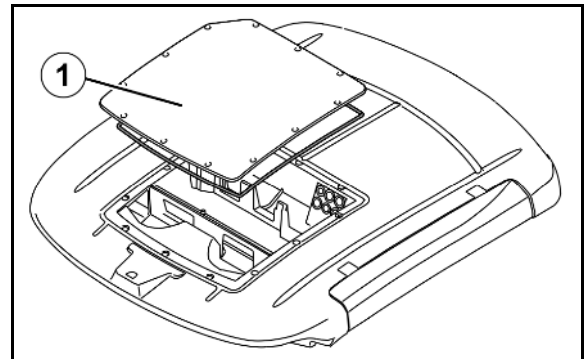

Fig. 193
2. Blæs fordamper (Fig. 193/2) og varmvandsradiator (Fig. 193/3) af med trykluft (maksimal 5 bar).
3. Udskift beskadigede pakninger (Fig. 193/1) under afdækningen.